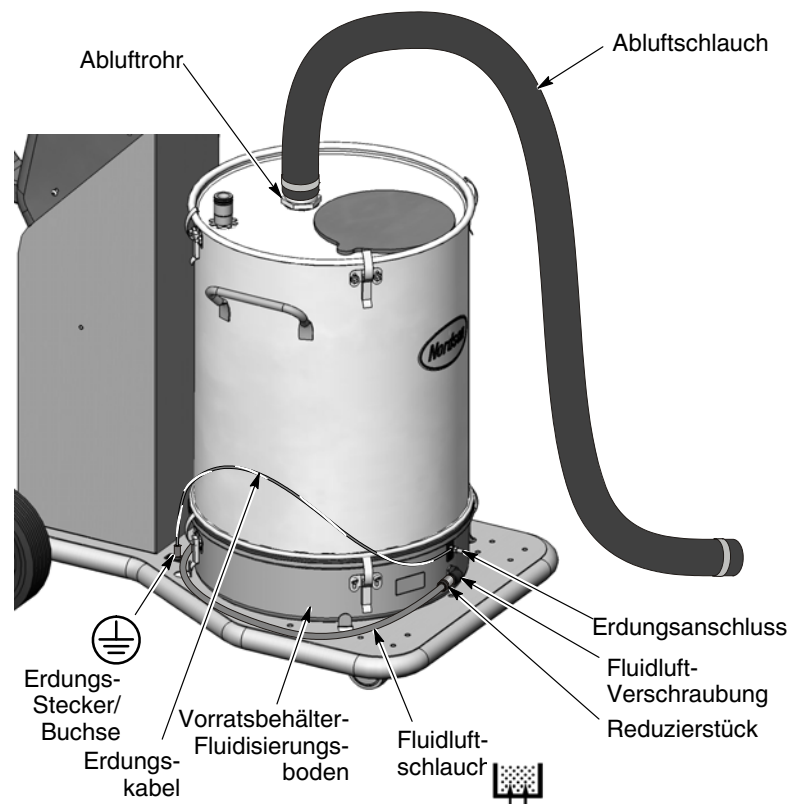

Abb. 3-7 Vorratsbehälter auf dem Transportwagen eines mobilen Systems installieren
1. Siehe Abb. 3-7. Die Klammern des Behälterdeckels lösen und Abluftschlauch und Schlauchschellen abnehmen.
Den mit dem Vorratsbehälter gelieferten Abluftschlauch an den Behälterdeckel anschließen wie in Abb. 3-7 gezeigt. Den Abluftschlauch zu einem Abluftstutzen an Kabine oder Sammlermodul verlegen.